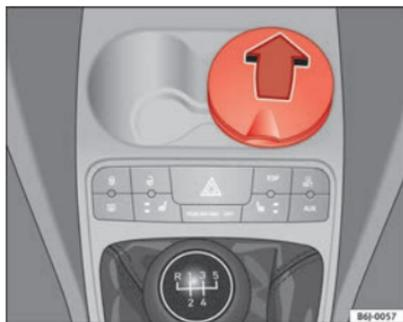

Fig. 83 Cenicero delantero
- Para abrir el cenicero, levante la tapa ⇒ fig. 83.